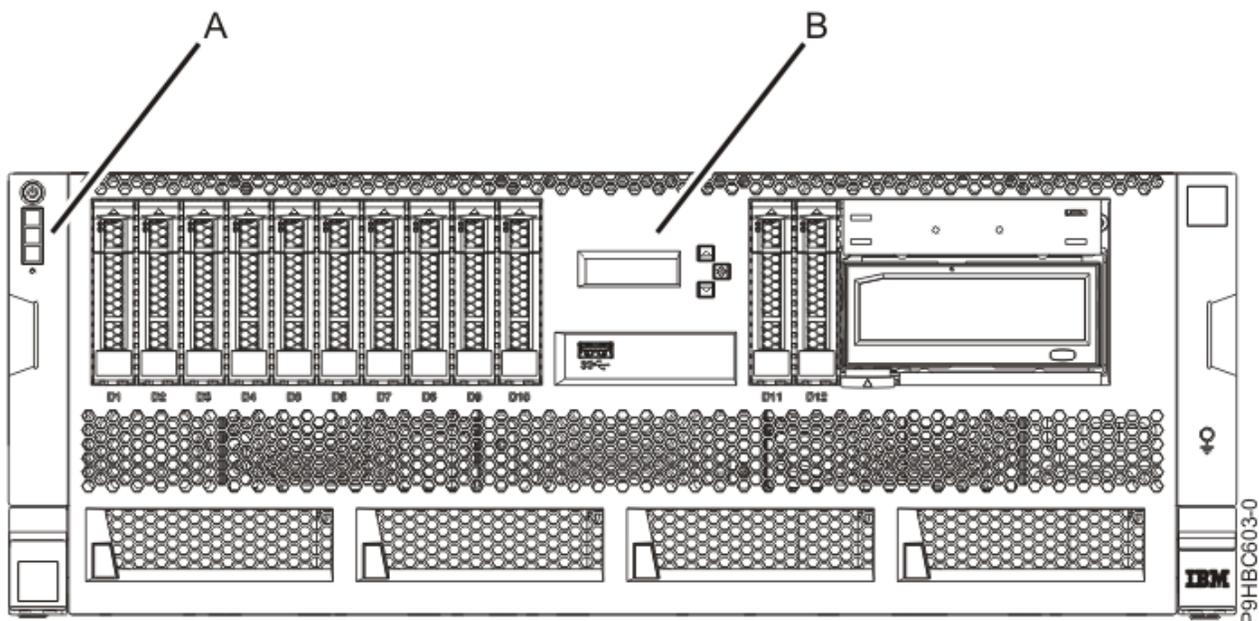
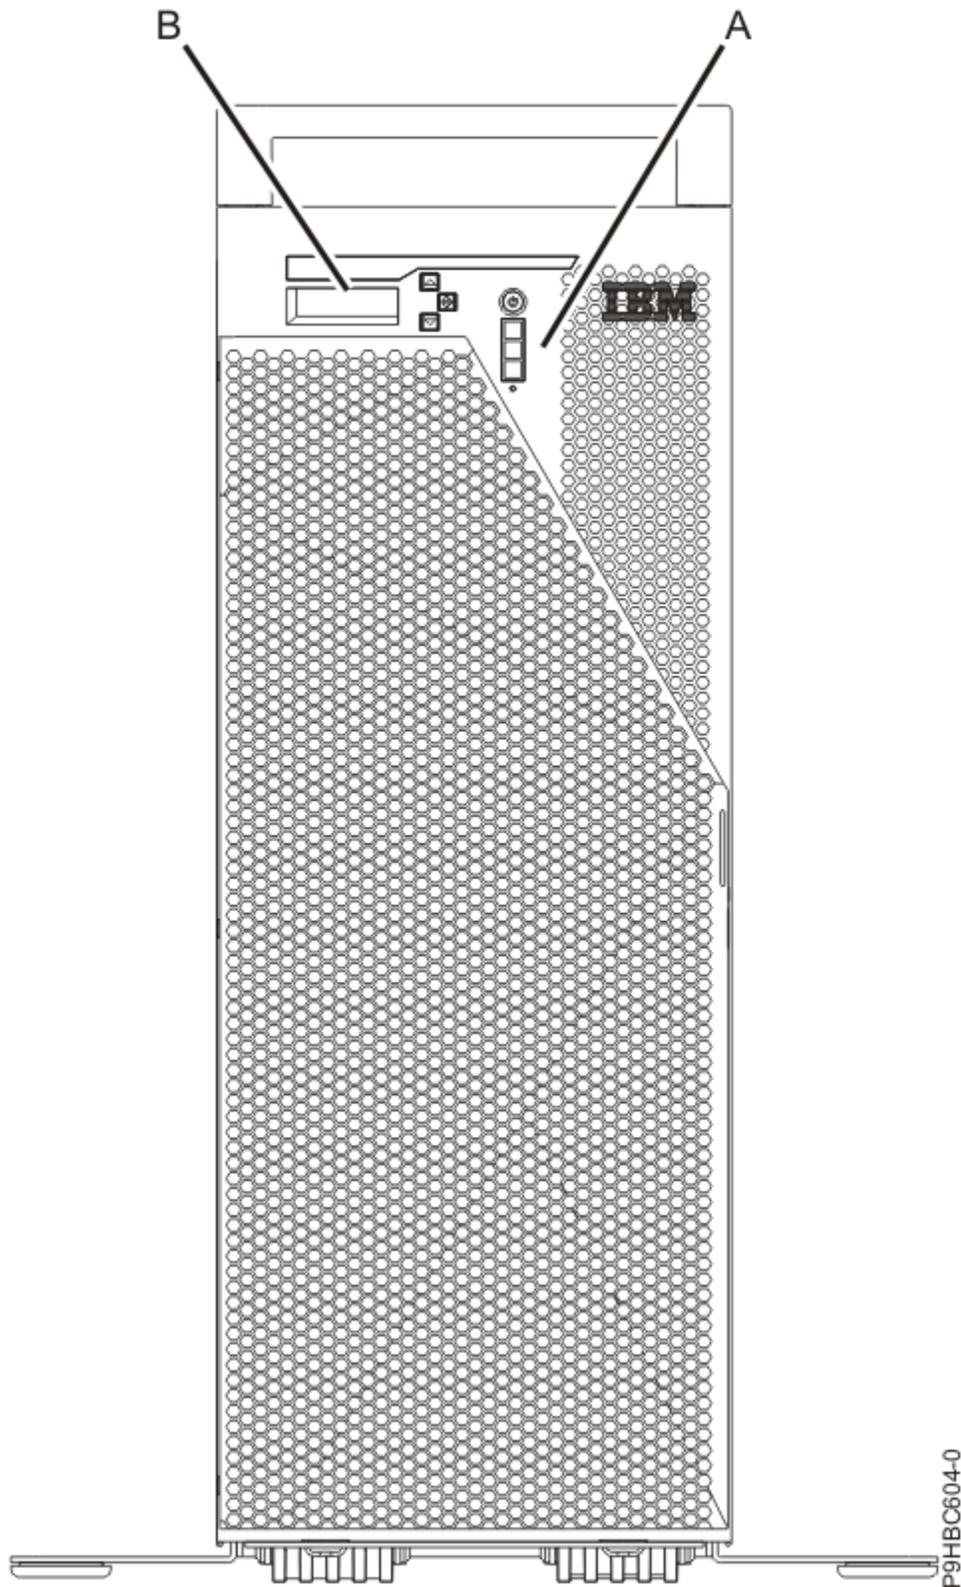

Figura 1. Painéis de controlo no sistema montado em bastidor
Figura 2. Painéis de controlo no sistema autónomo
Figura 1 na página 1 e Figura 2 na página 2 apresenta o painel de controlo (A) e o ecrã de painel de controlo (B).